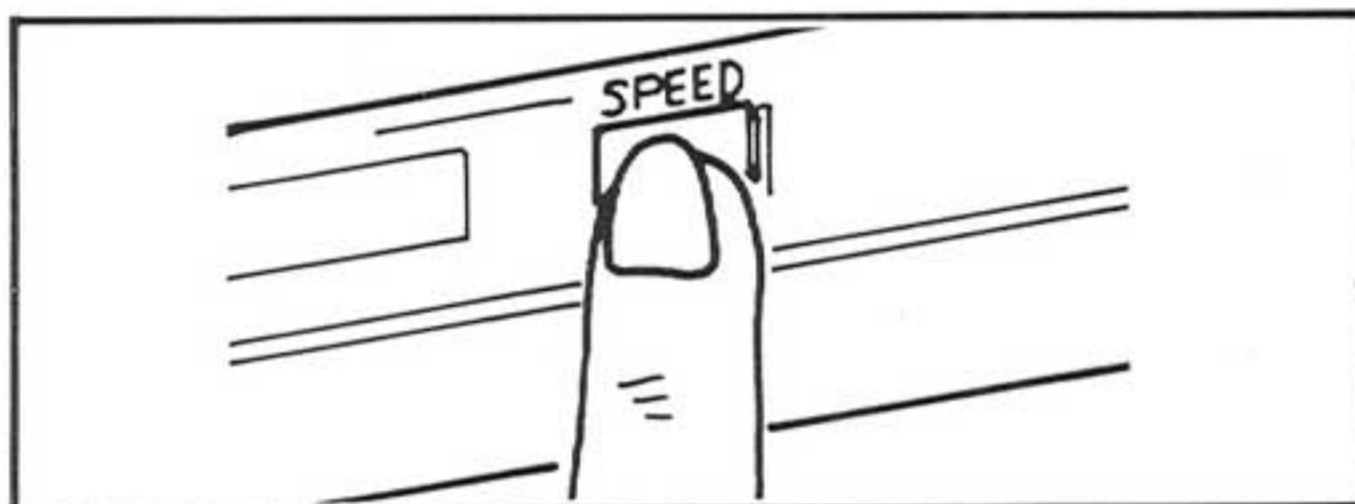

Fig. 19 Abb. 19
3. Select turntable speed with the SPEED switch according to the rpm of the record. (Fig. 19) (■ . . . 33, — . . . 45)
3. Stellen Sie die Plattenspieler-Geschwindigkeit mit dem Geschwindigkeits-Schalter (SPEED) entsprechend des U/min-Werts der Schallplatte ein. (Abb. 19) (■ ... 33, — ... 45)
3. Sélectionner la vitesse de rotation de la platine à l'aide du commutateur SPEED en se référant à la vitesse de rotation du disque à reproduire. (Fig. 19) (■ ... 33, — ... 45)